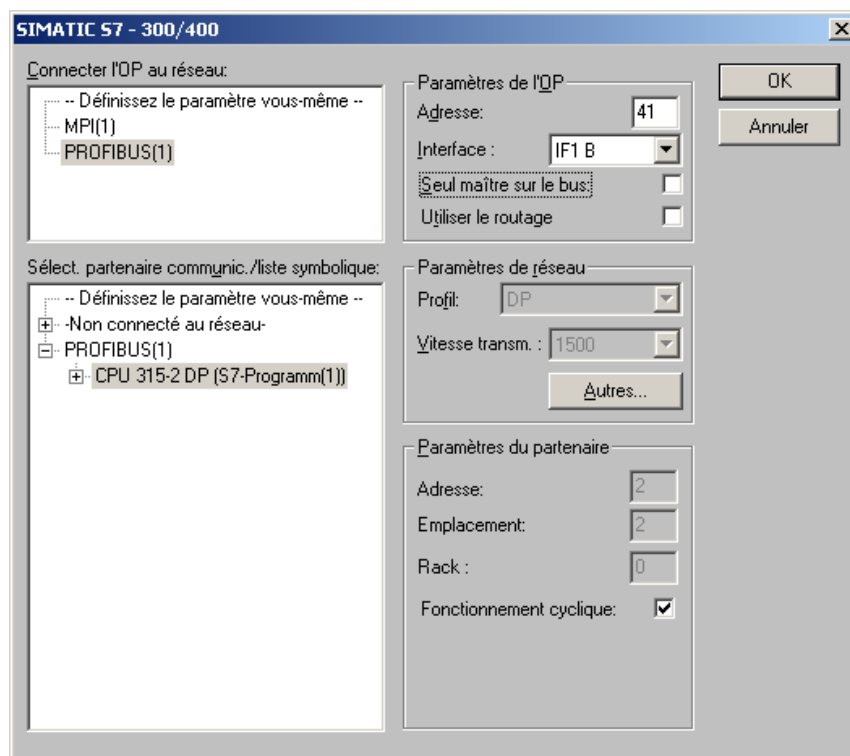

Figure 6-13 Relier le pupitre de contrôle-commande au réseau et à l'unité centrale – Exemple
3. Sélectionnez dans la boîte de dialogue à présent ouverte le réseau et l'unité centrale avec laquelle le pupitre doit être relié. Les paramètres de réseau sont alors acceptés. La figure 6-13 illustre un exemple de configuration.